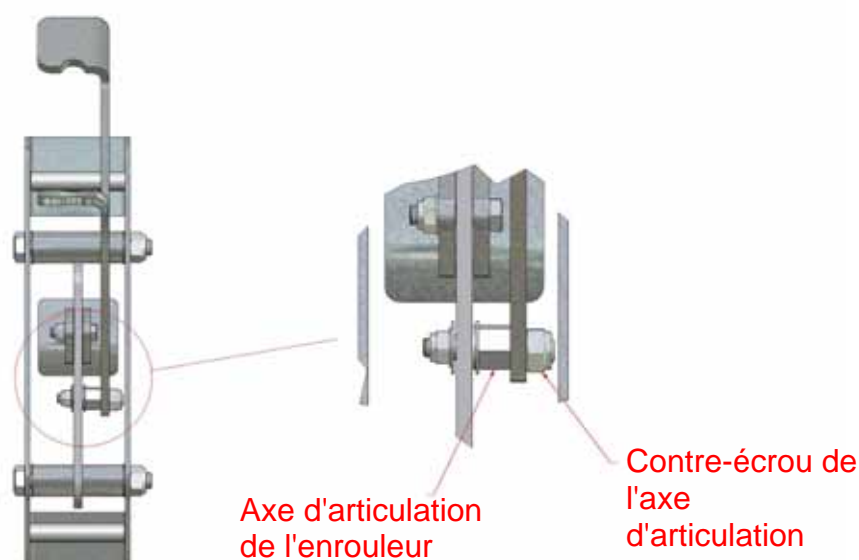

Figure 34 : réglage de la détente du loquet
- Si la détente du loquet de verrouillage venait à s'user pour finir par empêcher le loquet de rester en position déverrouillée, il est possible d'ajuster l'axe d'articulation de l'enrouleur pour en accroître la force de détente. Desserrer le contre-écrou de l'axe et faire tourner l'axe d'articulation de l'enrouleur sur 1/8e de tour, Figure 34. Serrer le contre-écrou de l'axe d'articulation et tester, et répéter l'opération si nécessaire.